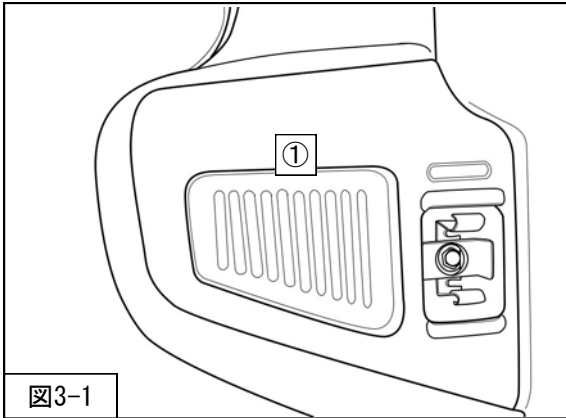

図3-1
3. ①リアパーセルホルダーを取外してください。（図3-1）